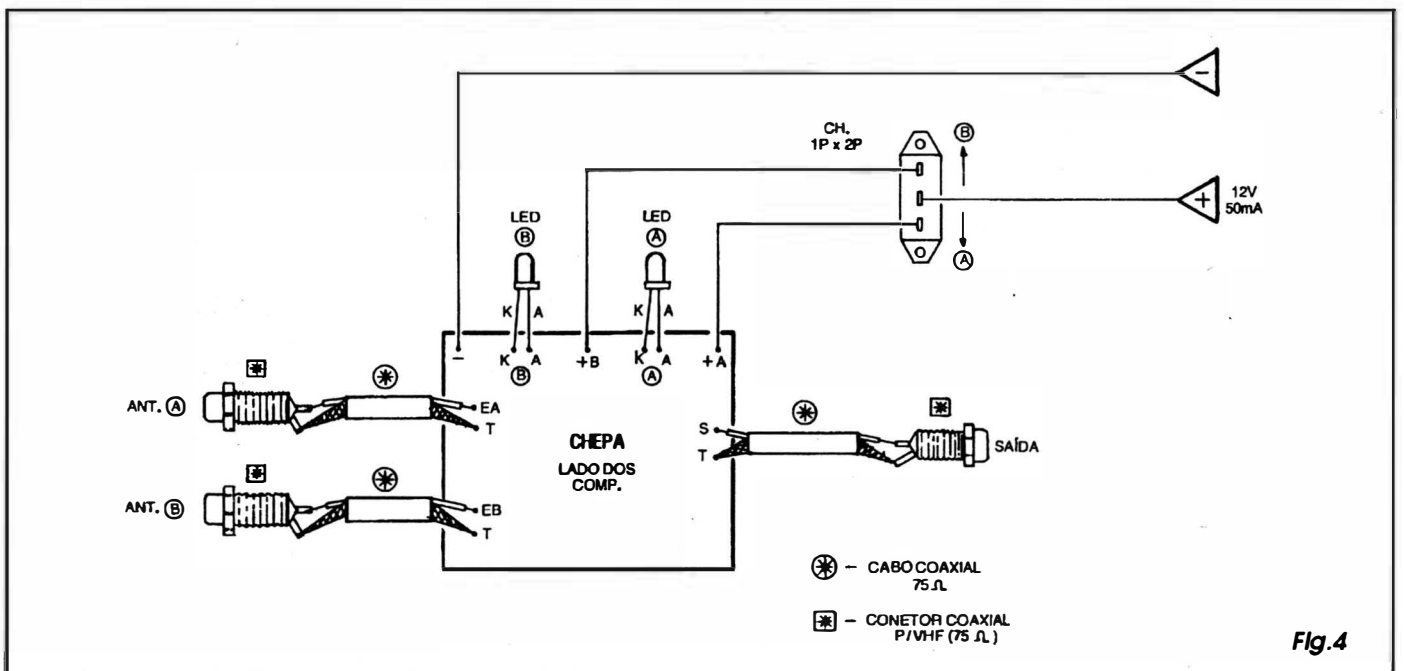

Fig. 4
- **FIG. 4 - CONEXÕES EXTERNAS À PLACA** - A face da placa do impresso vista na figura ainda é a não cobreada (como na ilustração anterior...), porém agora com ênfase nas suas conexões externas, todas também simples, desde que feitas com uma boa dose de atenção... Observar cuidadosamente as ligações dos dois LEDs, com a correspondente identificação dos seus terminais... Notar a polaridade da alimentação, incluindo o fato do ramo **positivo** ser derivado através da própria chave de escolha, aos pontos **+A** e **+B** da placa... Muita atenção às ligações blindadas entre os conectores coaxiais e as *entradas e saída* da placa, identificando sempre com certeza os *vivos* e a *malha (terra)* em cada um dos pontos de acesso externo para os sinais... Tais ligações devem ser feitas com cabo coaxial de 75 ohms, de boa qualidade, mantido tão curto quanto o permitir a instalação do conjunto no *container* escolhido... Já a cabagem da alimentação e à chave de escolha, pode ter qualquer comprimento que se mostre necessário para a função ou instalação pretendida... Conforme será visto e explicado mais adiante, existem duas opções básicas para o posicionamento dos LEDs e chave *de escolha*: ou na própria caixa do circuito, ou em locação *remota*... Já os *caminhos* de RF (cabos e conectores coaxiais...) devem ser curtos, diretos, com um mínimo de voltas e dobras, de preferência tudo contido rigidamente na caixa escolhida...